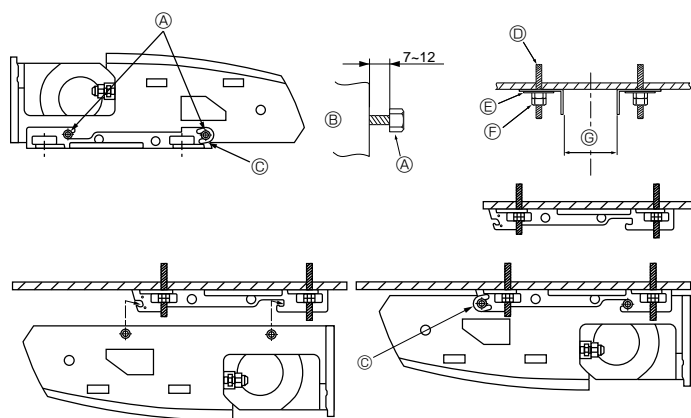

Fig. 3-6
2) Установка навесных скоб в потолок (Fig. 3-6)